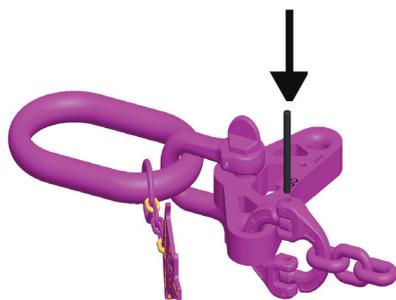

Fig. 9: Montage de l'axe du maillon d'assemblage
- Insérez les axes noirs dans les trous des yeux (Fig. 9) Les deux moitiés du maillon d'assemblage sont maintenant reliées entre elles sans être fixées.